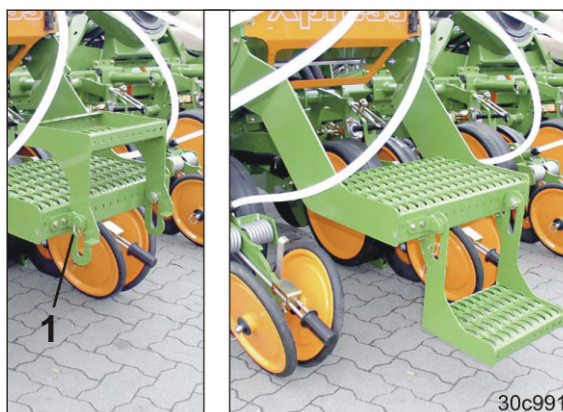

Fig. 226
3. Vip trinnet (Fig. 226) ned.
- 3.1 Fjern fjederstikket (Fig. 226/1).
7. Klap trinnet (Fig. 226/1) op, og foretag sikring med fjederstik (Fig. 226/2).